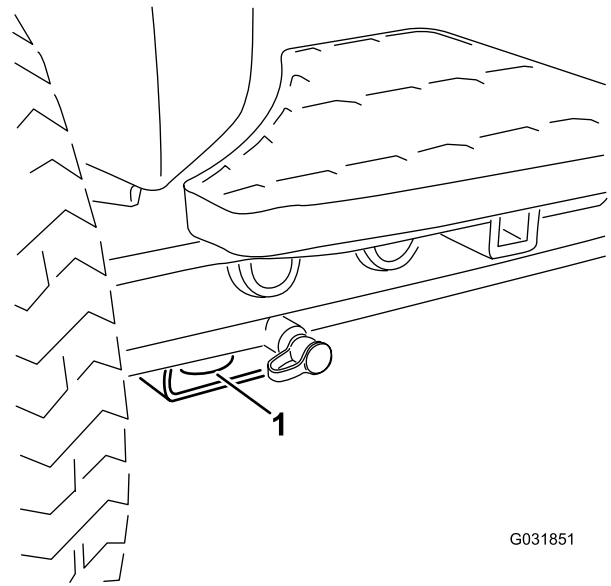

Figure 55
- Avant – trou du patin rectangulaire, sous le tube d'essieu, à l'intérieur de chaque roue avant (Figure 55).